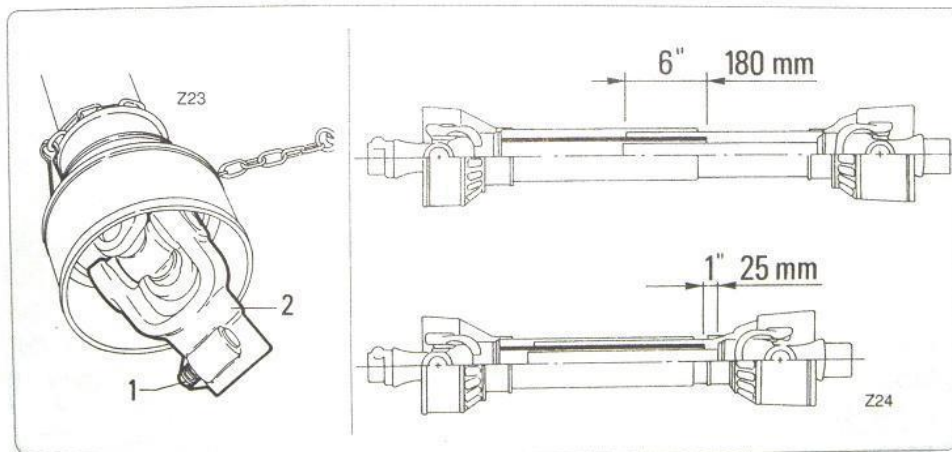

fig. 4.2.3
- Vérifier que l'arbre d'entraînement est la bonne longueur. Fig 4.2.3.
L'arbre d'entraînement doit toujours avoir une course possible d'environ 25 mm (1 pouce) dans la position de couplage maximum. Voir fig. 4.2.3.